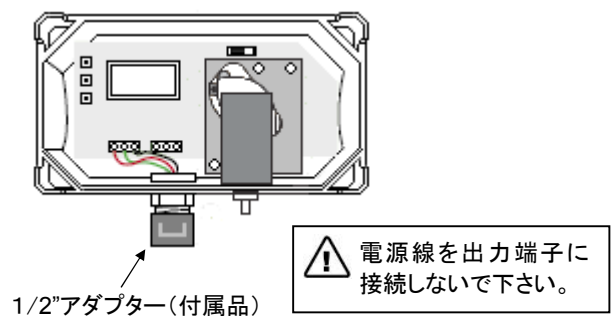

図6. 配線図
- 2) 本体下部の配線口からケーブルを通します。(図6参照)